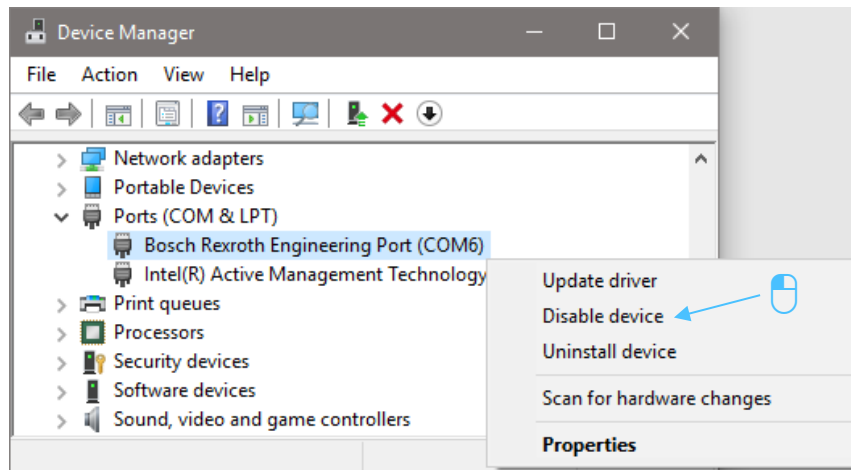

Abb. 3: USB-Port im Gerätemanager
- Taucht „xFC“ nicht als Schnittstelle auf, ziehen Sie das USB-Kabel am Rechner ab und stecken es wieder an. Alternativ können Sie, wie in Abb. 3: USB-Port im Gerätemanager dargestellt, die Schnittstelle im Windows-Geräte-Manager deaktivieren und anschließend wieder aktivieren.